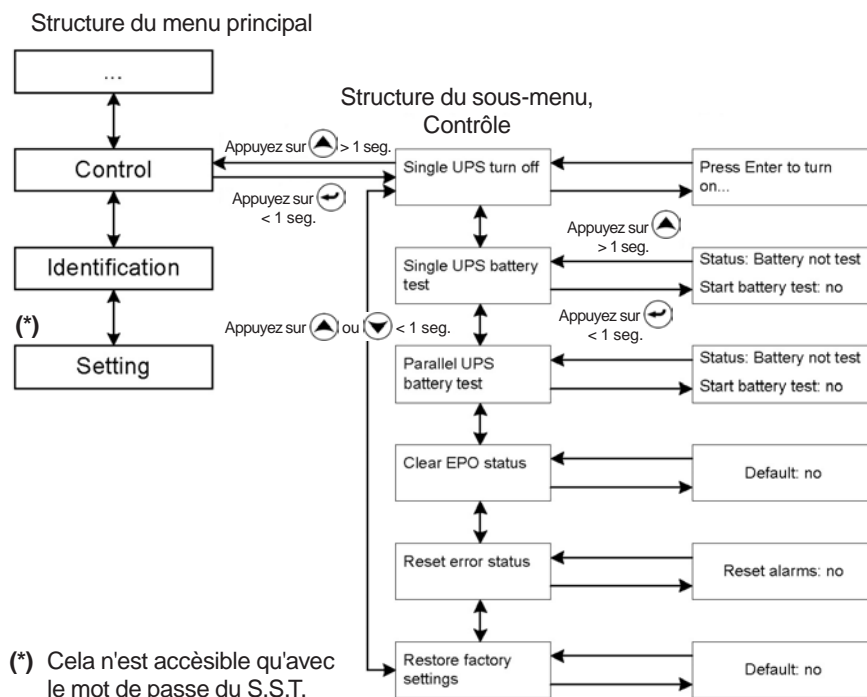

Fig. 34. Écrans, sous-menu Contrôle.
- Lors d'appuyer sur la touche pendant moins de 1 seg., dès le sous-menu "Control", on accède à la structure de contrôle (voir la figure 34).